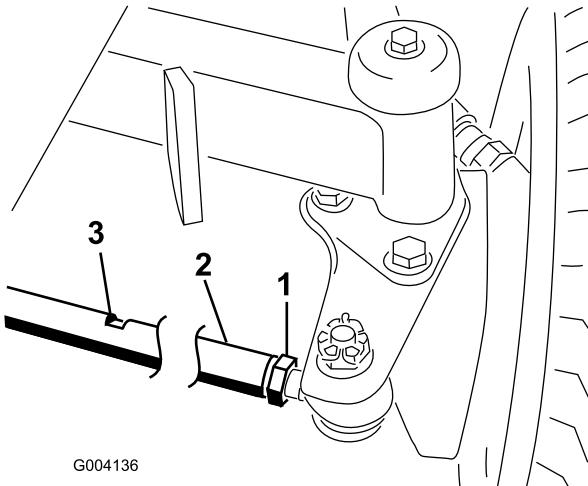

Bild 55
2. Lösen Sie die Klemmmutter an jedem Ende der Spurstange (Bild 55).